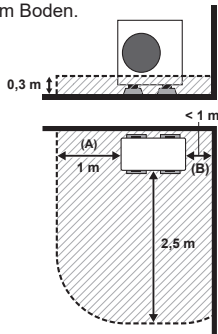

Abb. 3-4
(3) Bei Aufstellung an einem Ort, an dem 2 Flächen der Anlage freiliegen (Abstand zwischen einer Seite der Anlage und der Wand beträgt weniger als 1 m, z. B. an der Ecke einer Gebäudewand) (Abb. 3-4)
Wenn der Abstand zwischen einer Seite der Anlage und der Wand weniger als 1 m beträgt, gelten dieselben Bedingungen wie für Abb. 3-4.